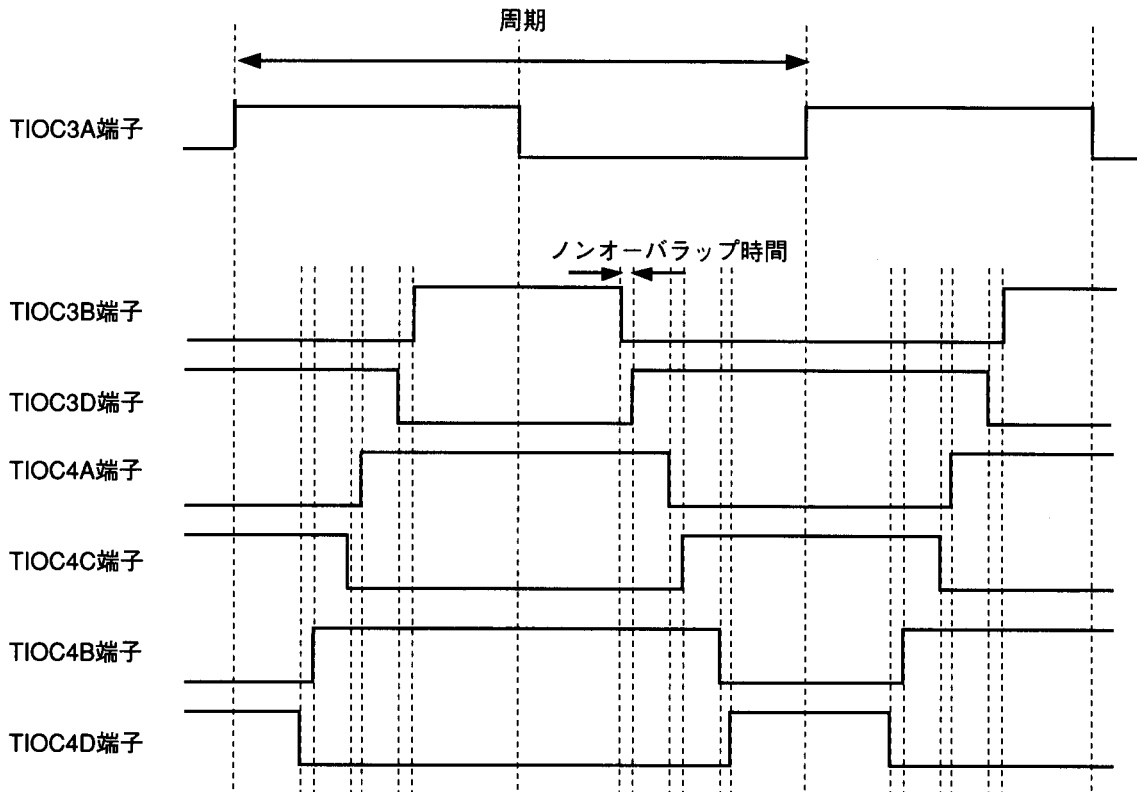

図2.6.1 相補PWM 3相出力波形
- (1) 図2.6.1に示すように正相・逆相がノンオーバーラップの関係にあるPWM波形を3相出力します。
(2) デューティは0%~100%まで任意にRAMに設定することにより変更ができます。